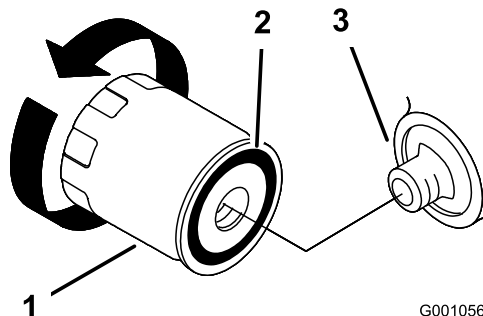

図 19
2. オイルフィルタを外し、フィルタのアダプタガスケットの表面をきれいに拭く 図 19。
3. フィルタのガスケットにきれいなオイルを薄く塗る 図 19。
4. アダプタにフィルタを取り付け、ガスケットがアダプタに当たるまでフィルタを右に回し、そこから更に2/3-1回転増し締めする 図 19。